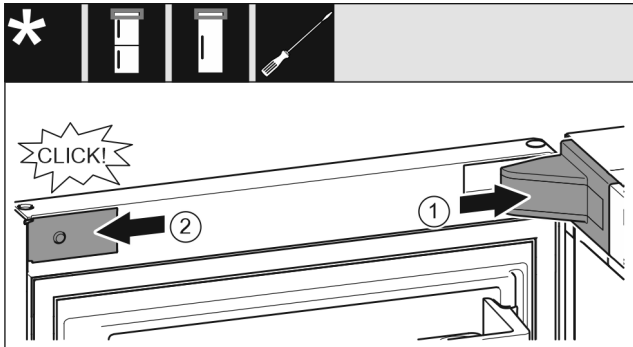

Fig. 21
- ▶ Крышку опорного кронштейна установите и зафиксируйте, при необходимости осторожно разожмите. Fig. 21 (1)
- ▶ Установите накладку сбоку и зафиксируйте. Fig. 21 (2)